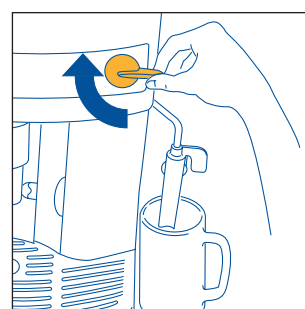

Fig.6
4. Efter nogle sekunder begynder der at løbe lidt vand ud af cappuccinoadapteren. Når koppen er fyldt op med cirka 30cc, drej dampbetjenings knappen en halv gang med uret (fig.6) så langt den kan komme, for at afbryde vandstrømningen.
- Drej dampbetjeningsknappen med uret helt i bund for at afbryde vandstrømningen (fig. 6) og sæt cappuccinoadapteren i dens originale position i midten af maskinen.
- Træk cappuccinoadapteren udad (fig.6).
- Udløbet kan afbrydes ved at dreje knappen i retning med uret til den er helt i bund (fig. 6).
- Når den ønskede temperatur er nået, afbrydes dampudledningen ved at dreje dampknappen i retning med uret helt i bund (fig. 6).